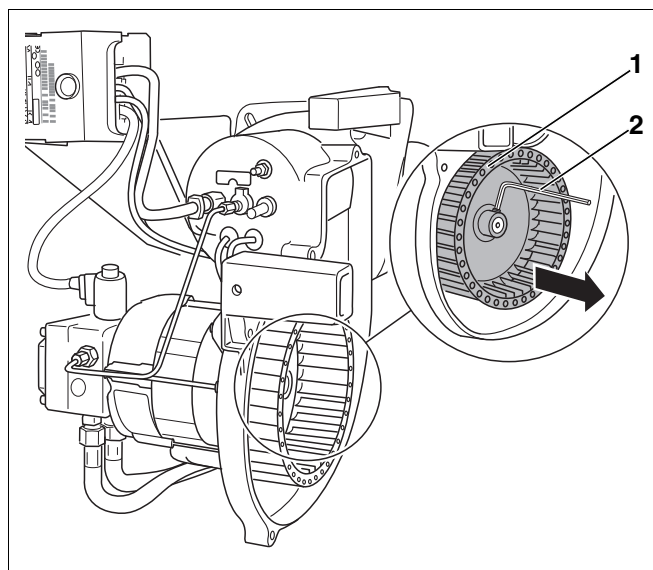

Рис. 23 Проверка крыльчатки вентилятора и ее чистка
- Ослабить крыльчатку вентилятора (Рис. 23, поз. 1) ключом для внутреннего шестигранника (Рис. 23, поз. 2) и снять с вала.
- Установить крыльчатку (Рис. 23, поз. 1) на место.